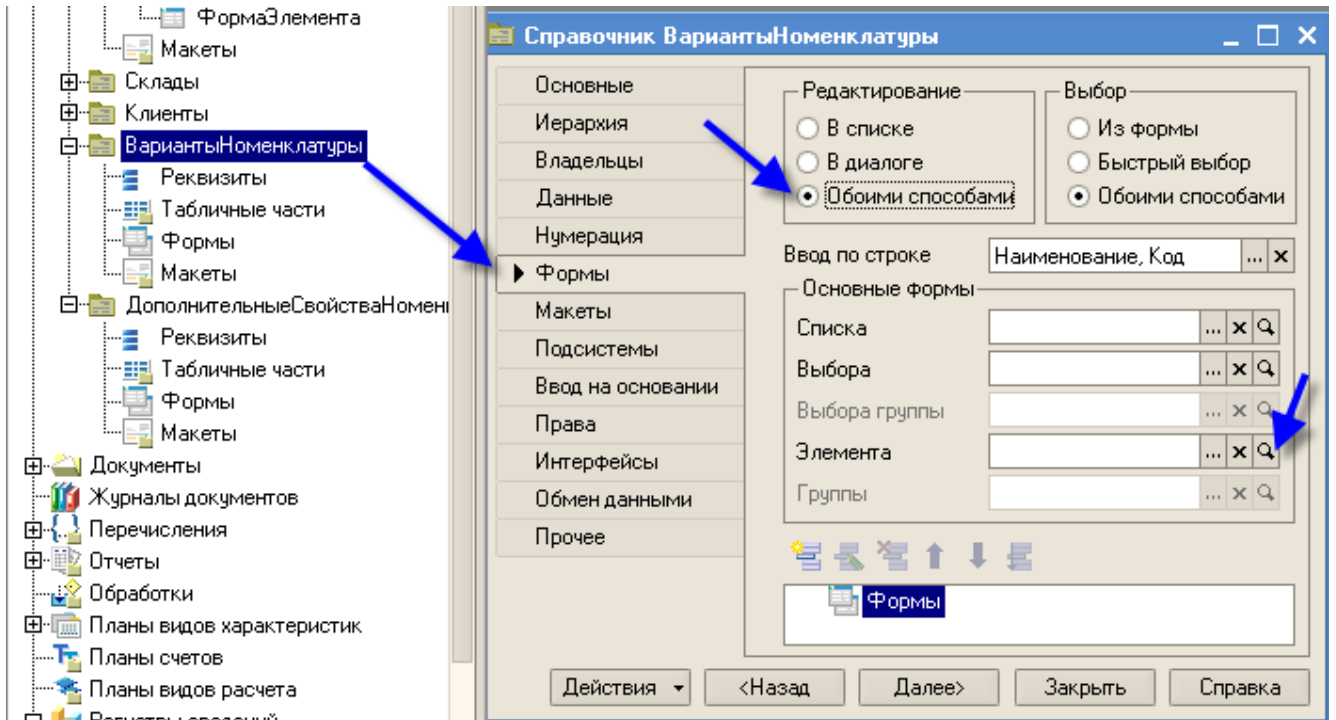

Рис. 129
- в закладке **Формы** укажите, что он будет редактироваться обоими способами (рис.129);
- откройте основную форму элемента справочника **ВариантыНоменклатуры** (рис.129);